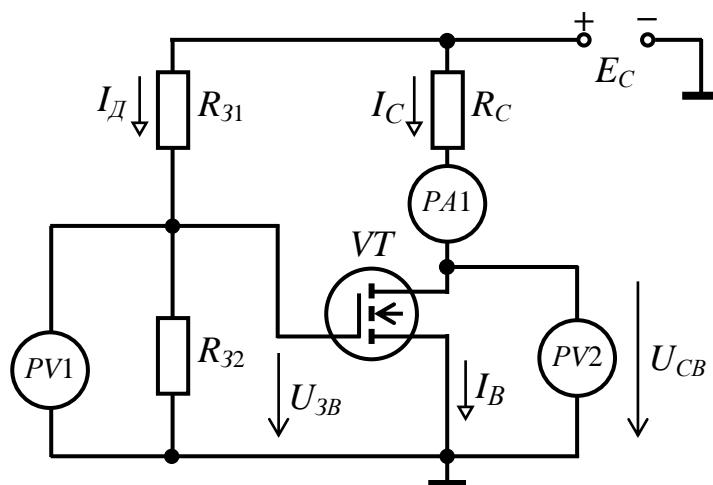

Рисунок 4 – Принципова електрична схема для дослідження режиму спокою підсилювача на польовому транзисторі з ізолюваним затвором індукованим каналом
1.4. Скласти принципову електричну схему для дослідження підсилювального каскаду на польовому транзисторі з ізолюваним затвором індукованим каналом (рис. 4), вказати призначення елементів схеми.